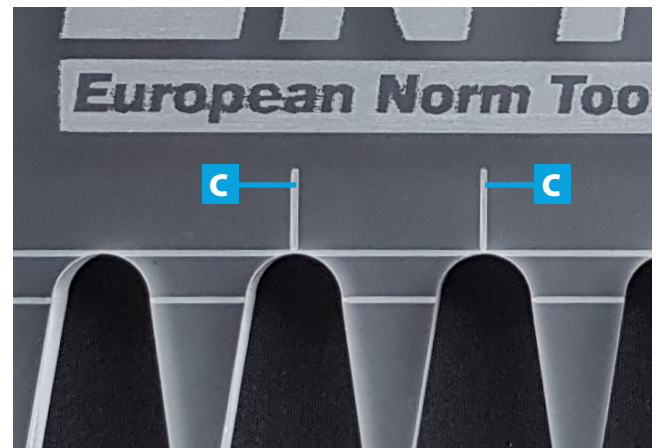

Abbildung 5: Werkstückpositionierung und Markierung für das Konterprofil mittels einer der beiden vertikalen Hilfslinien.
1. Legen Sie die Mittelmarkierung des Werkstückes an einer der beiden Markierungen **C** auf der Schablone (schräg zulaufender Zinkenamm) an. (Abb.5)